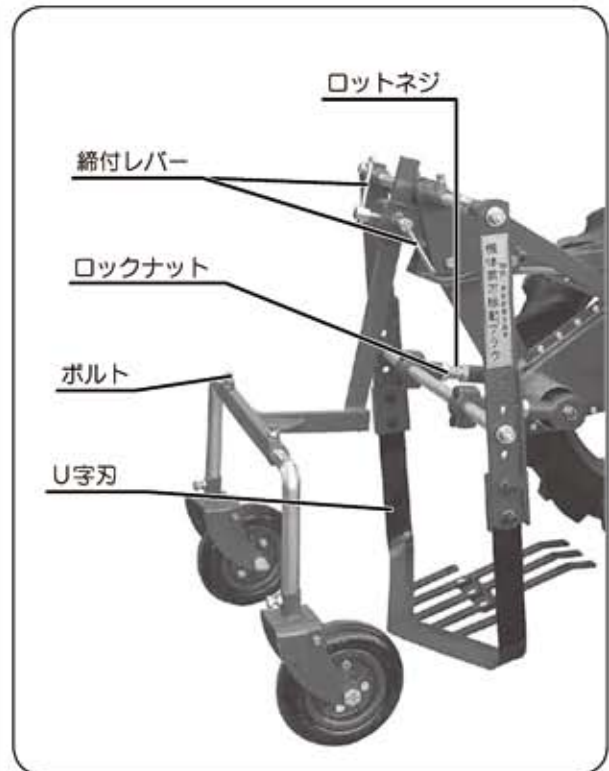

図21
- ①圃場の畝に合わせて車輪幅と前輪の位置を決めます。
- ②作物の掘り取り深さに合わせて前輪の位置を決めます。（締付レバーを緩めて調節します）（図21）